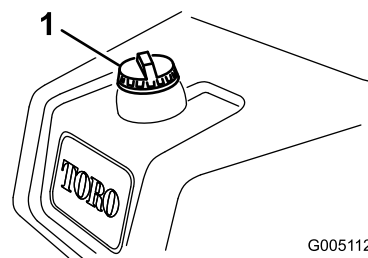

Figura 21
1. Limpie alrededor del tapón de combustible y retírelo (Figura 21).